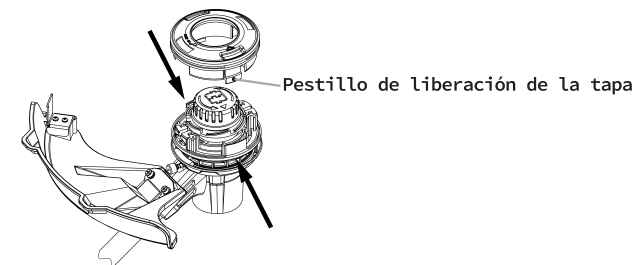

Fig.10
2. Presione el pestillo de liberación de la tapa en la tapa y sáquelo del portacarrete (Fig. 10).